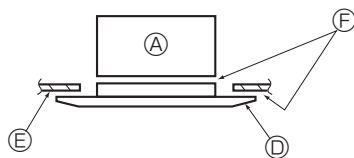

Fig. 5-8
* Assurez-vous qu'il n'y a pas d'espace entre l'appareil principal et la grille, et entre la grille et le plafond. (Fig. 5-8)